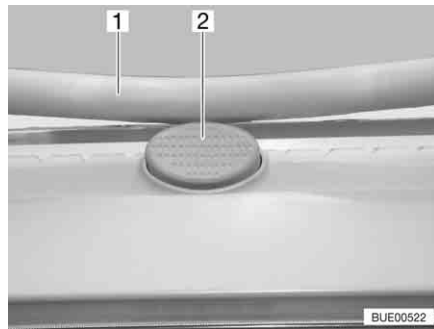

Fig. 86 Bottone di sicurezza sull'oblò Heki
- Premere il bottone di sicurezza (Fig. 86,2) e tirare verso il basso la staffa (Fig. 86,1) con entrambe le mani.
- Premere la staffa verso l'alto con ambedue le mani, finché la staffa non poggia al di sopra del bottone di sicurezza (Fig. 86,2).